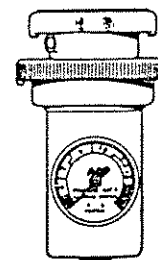

Abb.2 Testen des Kühler-Einfülldeckels
1. Deckel in Wasser spülen, um Ablagerungen zu entfernen. Dann Deckel in nassem Zustand an den Tester befestigen (siehe Abb.2)